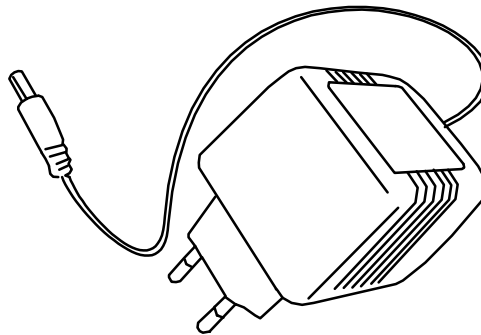

Fig 2.0
- Adapter: type PS905 for 230V / PS905USA for 110V (Fig 2.0).
- Adapter: type PS905 voor 230V / PS905USA voor 110V (Fig 2.0).
- Adaptateur: type PS905 for 230V / PS905USA pour 110V (Fig. 2.0).
- Adapter: type PS905 for 230V / PS905USA für 110V (Abb. 2.0).